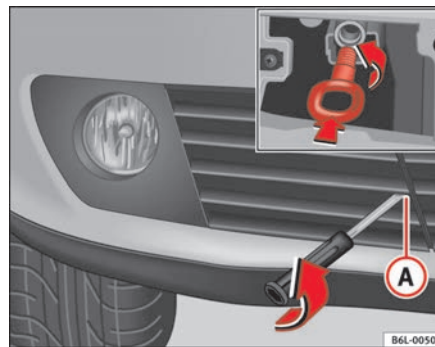

Fig. 159 Argolla de remolque delantera
- Extraiga el tornillo  ⇒ página 242, fig. 159.